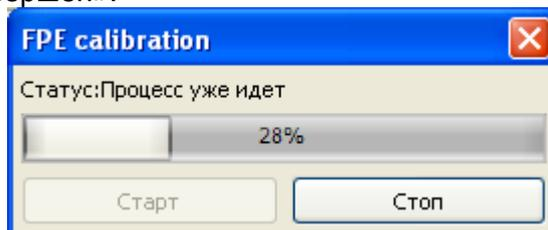

Рисунок 21 Калибровка эмулятора давления топлива
- **Эмулятор давления топлива (FPE)²** – Опция, активирующая встроенный эмулятор давления бензина, необходимая в автомобилях, выдающих ошибку, связанную с давлением топлива во время работы двигателя на газе. Чтобы воспользоваться функцией, следует подключить контроллер к цепям регулировки давления бензина, как показано на рисунке 8, согласно указаниям в таблице 1. Затем следует провести процесс калибровки эмулятора (Рисунок 21). Для начала следует нажать на кнопку «старт» и запустить двигатель, который должен быть предварительно разогрет. Процесс калибровки является автоматическим и, как правило, длится около 3 минут.